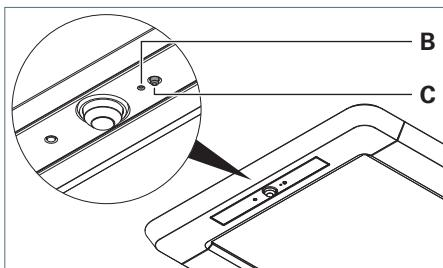
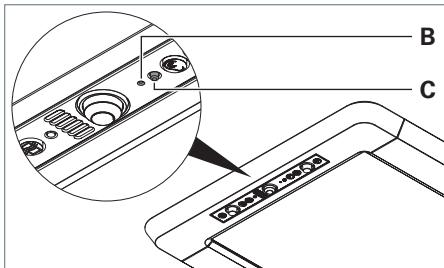

Fig. 19: Configurare l'elemento di comando, versione R.
Fig. 20: Configurare l'elemento di comando, versione RX.
- ▶ Premere il tasto nell'apertura **B** con la punta di una graffetta aperta, vedere Fig. 19 e vedere Fig. 20.
- ▶ Premere il tasto **C**, vedere Fig. 19 e vedere Fig. 20.
- ▶ Premere il tasto **C** e mantenerlo premuto, vedere Fig. 19 e vedere Fig. 20.